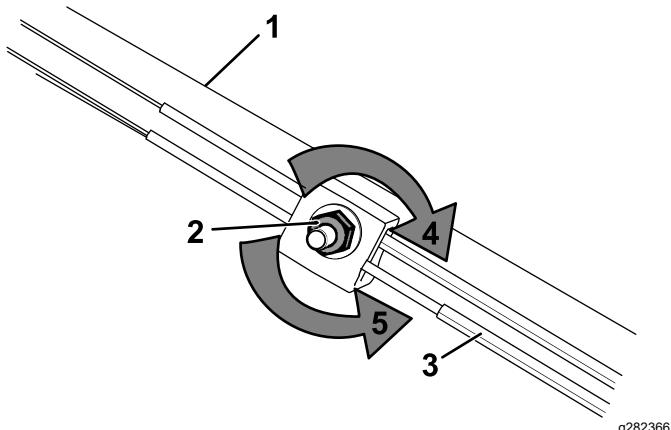

Figura 52
1. Gire la tuerca de ajuste en sentido antihorario para aflojar el ajuste del cable (Figura 52).
2. Ajuste la tensión del cable (Figura 52) tirando del mismo hacia atrás o empujándolo hacia adelante, y sujetelo en esa posición.